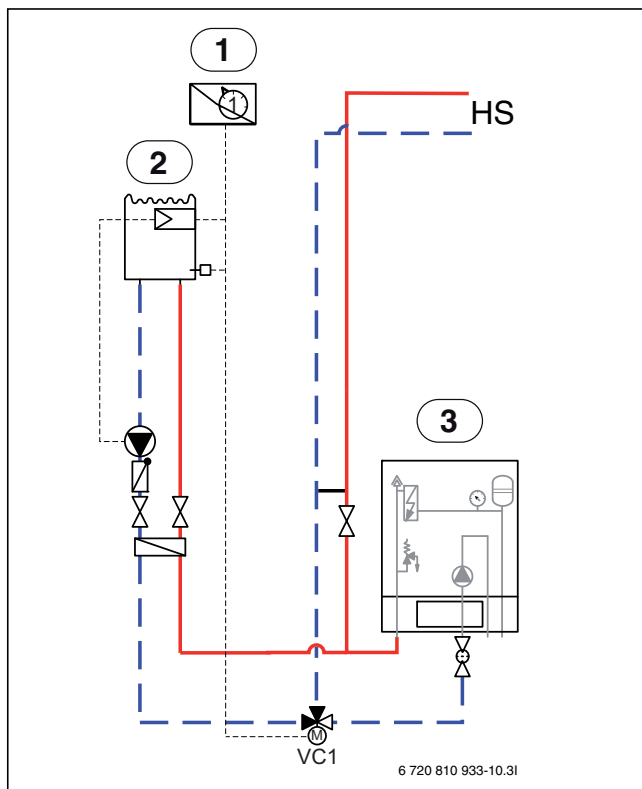

Bild 11 Beispieldarstellung für Pool-Installation
- ▶ Pool-Mischer im Rücklauf zum Inneneinheit montieren (→ [VC1] Abb. 11).